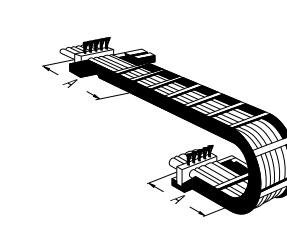

Fig. 1
- en cadenas de arrastre cortas, a ambos lados de la cadena (→ Fig. 1)